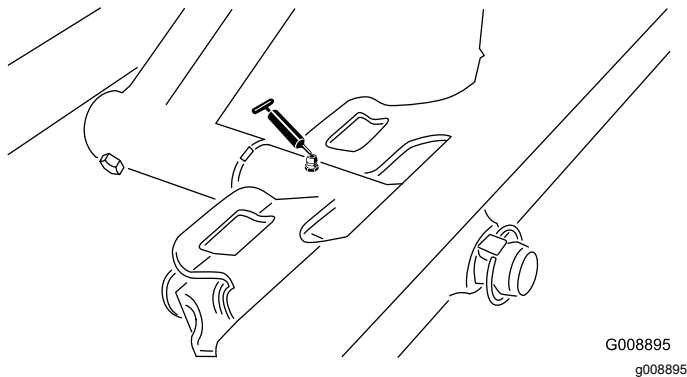

Figura 61
- Pivot unitate de tăiere față (Figura 61)